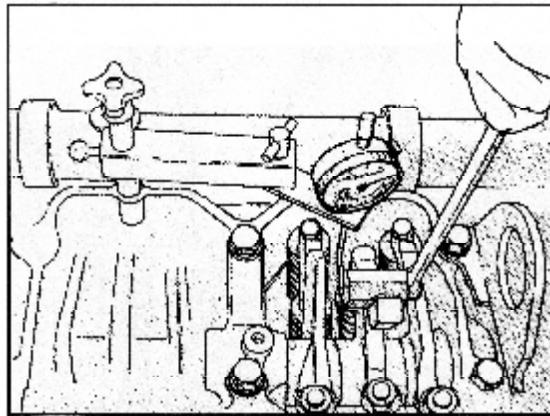

Рис. 2-44. Регулировка коромысла.
3. С помощью устройства ST-1193, Рис. 2-44, установите коромысло в положение, когда плунжер упирается в дно и выжимает масляную пленку из чаши. Поднимите плунжер, снова опустите на дно. Установите индикатор на «0».